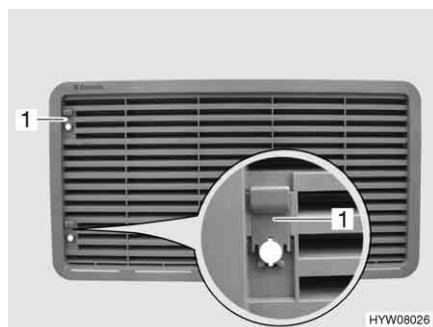

Fig. 82 Griglia di aerazione del frigorifero (con cursore)
- Spingere il cursore (Fig. 82,1) verso l'alto.